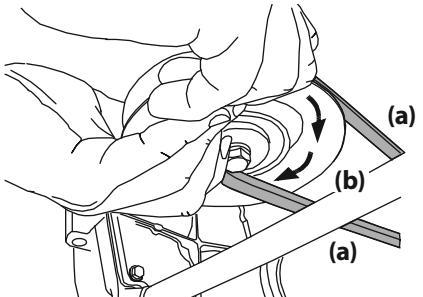

Figura 39
- Mientras sostiene la correa de la PTO (a) hacia abajo, siga girando la polea de la PTO (b) hasta que la correa de la PTO (a) se deslice fuera de la polea (b). Consulte la Figura 39.
8. Tire del lado derecho de la correa de la PTO hacia atrás y coloque el lado V angosto de la correa de la PTO en la polea de la PTO. Consulte la Figura 39.
9. Mientras sostiene la correa y la polea de la PTO juntas, gire la polea de la PTO hacia la izquierda (Vea la Figura 39). Siga sosteniendo y rotando la polea de la PTO y la correa de la PTO hasta que la correa de la PTO se enrolle totalmente en la polea de la PTO.